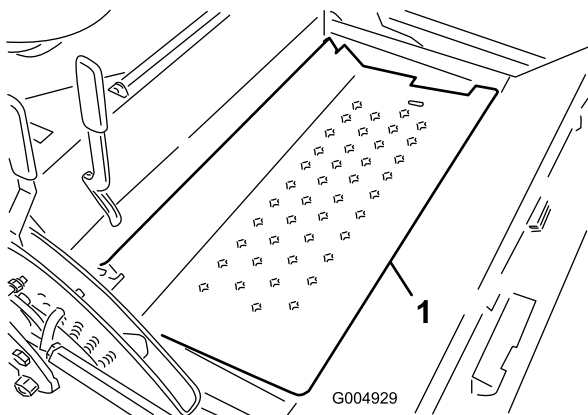

Figura 27
6. Abra la chapa de suelo (Figura 27).